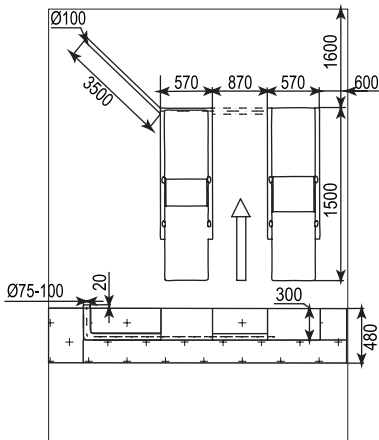

Рисунок 5. Фундамент подъёмника.
1. Для установки подъёмника подготовьте приямок, размеры которого указаны на (рис. 5). Марка используемого бетона - не ниже М300, толщина бетона - не менее 800 мм. Минимальная толщина армированной части пола - 300 мм. Армирующая сетка должна быть изготовлена из проволоки диаметром 4 - 6 мм, сваренной электросваркой. Величина ячейки - 150 мм. Допуски на установку:  $\pm 1$  мм - по длине/ширине подъёмника. Минимальная высота рабочей зоны – 5 м. К месту установки подъёмника должно быть подведено 3-х фазное питание с напряжением 380В/50 Гц при помощи 4-х жильного кабеля (3 фазы + заземление). Каждая жила должна иметь сечение не менее 2,5 мм.